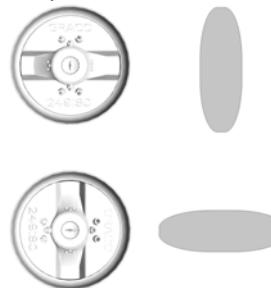

Рис. 7
3. Совместите выступ для установки наконечника с пазом на воздушной головке. См. Рис. 7.
4. Вручную плотно затяните фиксирующее кольцо воздушной головки (8), чтобы обеспечить герметичность соединения между прокладкой головки и диффузором (10).